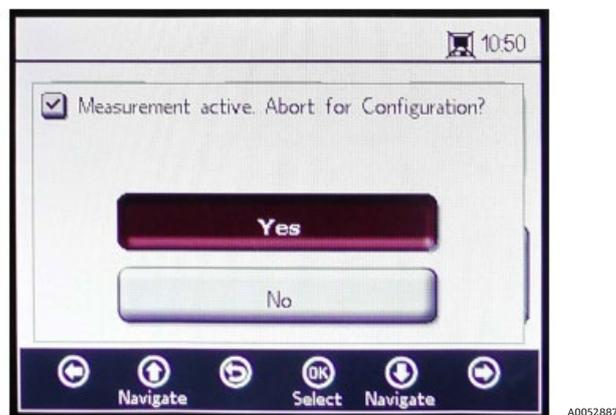

Abbildung 17. Meldungsfenster – Messungen während Konfiguration stoppen
1. Im HAUPTMENÜ Meas. Settings wählen. Es öffnet sich ein Fenster, in dem der Abbruch der aktuell laufenden Messung bestätigt werden muss. Siehe Abbildung 17.